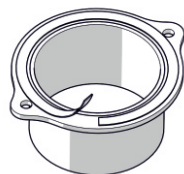

Рисунок 4.
2. Снизу на коннектор приклеить самоклеящуюся ленту из стекловолокна, входящую в комплект поставки, излишек отрезать (см. рисунок 4).